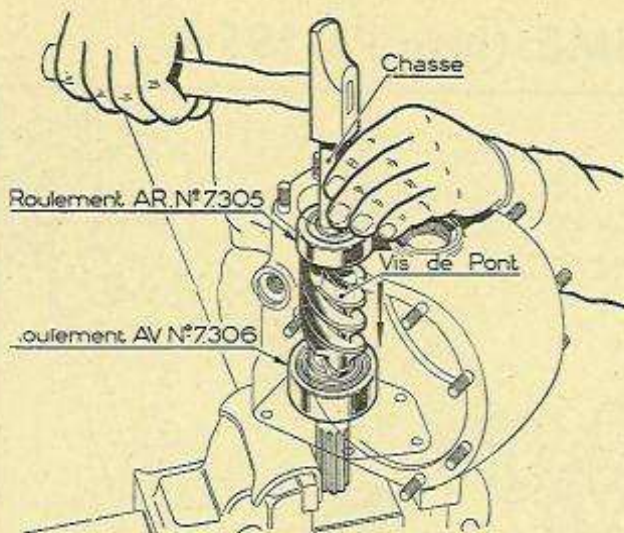

Figure 52.
- Retourner le carter ainsi équipé pour que la vis se maintienne appuyée à l'AV pendant son refroidissement. (Il est recommandé de frapper légèrement sur la cage extérieure du roulement avec la chasse appropriée pour assurer un positionnement correct) (fig. 52).